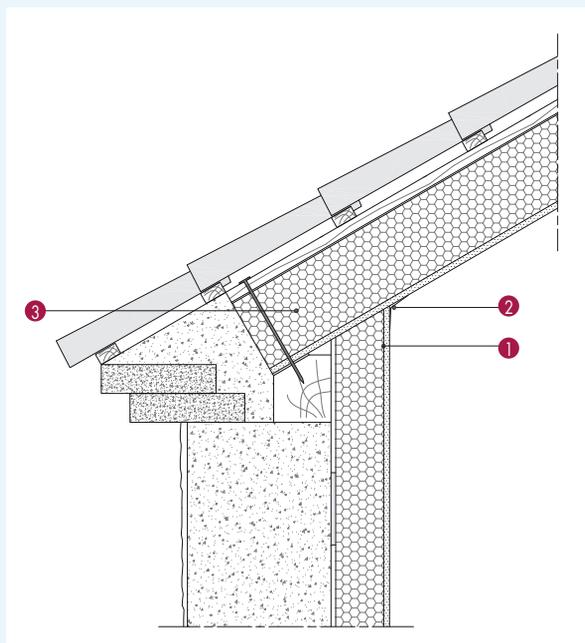

Fig. 16 : Égout en débord sur génoise
3. Rives encastrées (fig. 16 et 17)